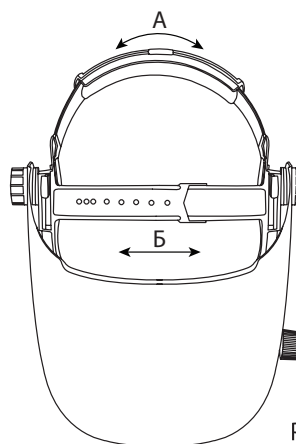

Рис. 2
- Длину окружности оголовья можно увеличить или уменьшить, вращая кнопку на тыльной части оголовья. (см. «А» на рис. 2)
- Если оголовье сидит на голове слишком высоко или слишком низко, отрегулируйте ремень, который проходит через макушку. Для этого ослабьте конец ремня, выдавив стопорный штифт из отверстия в ремне. Переместите две части ремня на большую или меньшую ширину, в зависимости от того, что требуется, и вставьте стопорный штифт в ближайшее отверстие (см. «Б» на рис. 2).